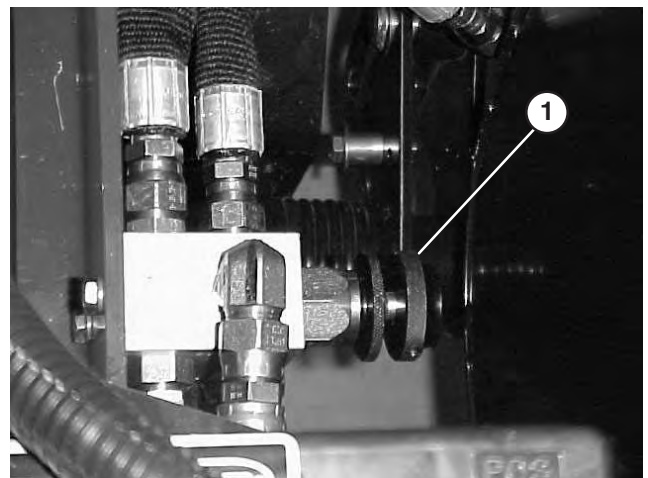

Bild 63
1. Öffnen Sie die Motorhaube und suchen Sie das Ventil in der Mitte der Maschine hinter dem Motor (Bild 63).